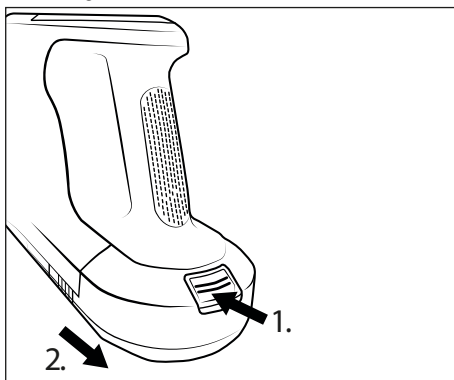

Abb. 13
- ♦ Um den Akku ② vom Gerät zu entfernen, halten Sie die Akku-Entriegelungstaste ① gedrückt und ziehen Sie den Akku ② aus dem Gerät (siehe Abb. 13).